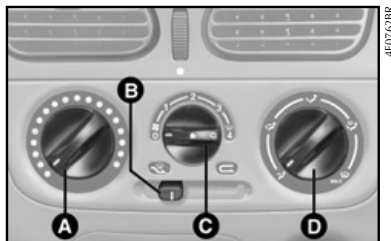

fig. 28
COMANDOS fig. 28
1) Seletor para a temperatura do ar **A-fig. 28** totalmente posicionado à esquerda.
2) Seletor do ventilador **C-fig. 28** posicionado na velocidade máxima.
3) Seletor de distribuição do ar **D-fig. 28** apontado para ; controlar para que todas as saídas de ar estejam totalmente abertas.
4) Ligar o ar-condicionado apertando o seletor **C-fig. 28**.
O ar-condicionado é muito útil para acelerar o desembaçamento, pois desumidifica o ar. É suficiente regular os comandos para a função de desembaçamento e ativar o condicionador, apertando o seletor **C-fig. 28**.
1) Condicionador de ar ligado: seletor **C-fig. 28**.